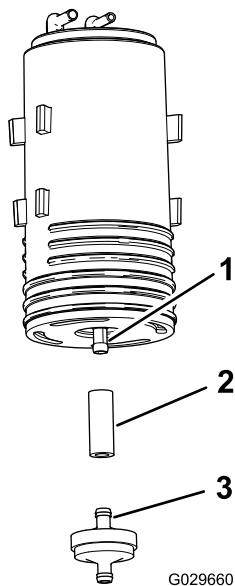

Bild 51
4. Entfernen Sie den Aktivkohlefilter und den kurzen Abschnitt des Schlauchs vom unteren Anschlussstück des alten Aktivkohlefilters (Bild 51).
5. Befestigen Sie den Schlauch am unteren Anschlussstück des neuen Aktivkohlefilters (Bild 51).
6. Setzen Sie das Anschlussstück des neuen Aktivkohlefilters in den Schlauch ein (Bild 51).